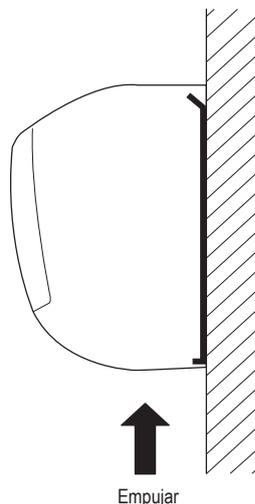

Fig. 5-33
- (3) Apretar sobre las 2 marcas en la parte inferior de la unidad interior y liberar las pestañas. Luego levantar la unidad interior y desmontar. (Fig. 5-33)